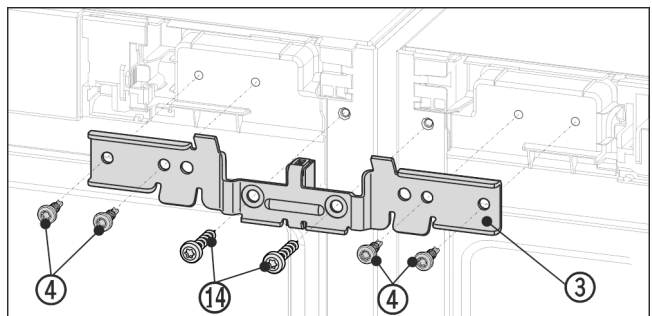

Fig. 13 Représentation à titre d'exemple
- Pousser l'équerre Fig. 13 (3) avec l'entretoise entre les appareils et sur le pivot. Visser sans serrer l'équerre avec quatre vis Fig. 13 (4) et les vis de terre préalablement dévissées Fig. 13 (14) de façon alternée à droite et à gauche.